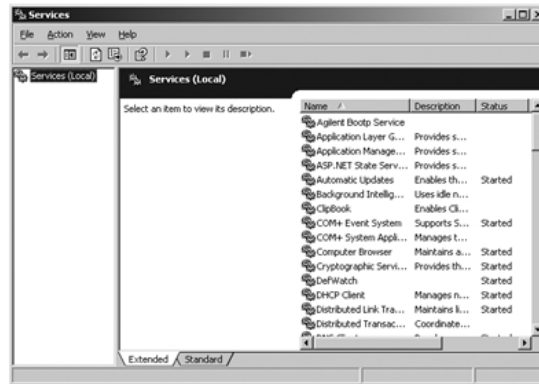

Figura 46 Pantalla Servicios de Windows
- 1 En el panel de control de Windows, seleccione **Herramientas administrativas > Servicios**. Aparece la pantalla **Services**, consulte Figura 46 en la página 268.